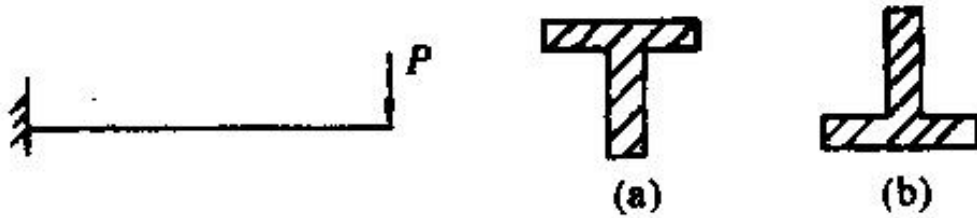

图 7
6. 如图 7，T 型截面铸铁梁在铅垂面内弯曲，若将截面位置由 a 倒置为 b，则梁的强度和刚度与原来相比较，()。
- (A) 强度提高，刚度不变； (B) 强度降低，刚度不变；